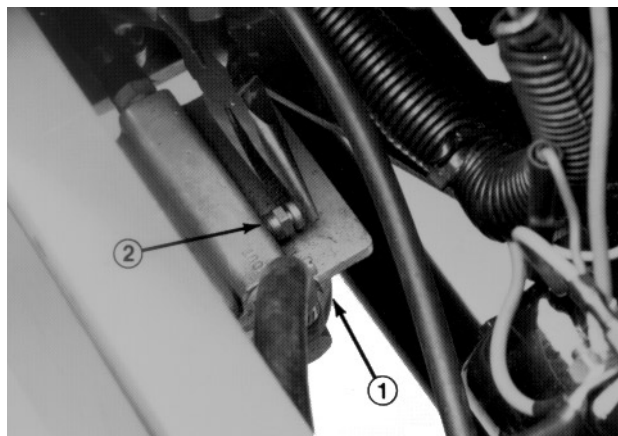

Fig. 12
2. Allentare la vite di spurgo dell'aria sopra il filtro del carburante/separatore d'acqua (Fig. 12).